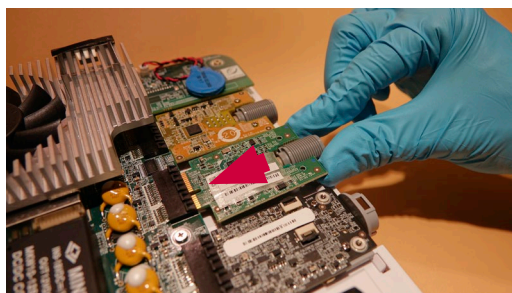

Bild 23 Sätt in ett nytt VDI-kort
- d) För in det nya VDI-kortet i uttaget på huvudkretskortet (bild 23)